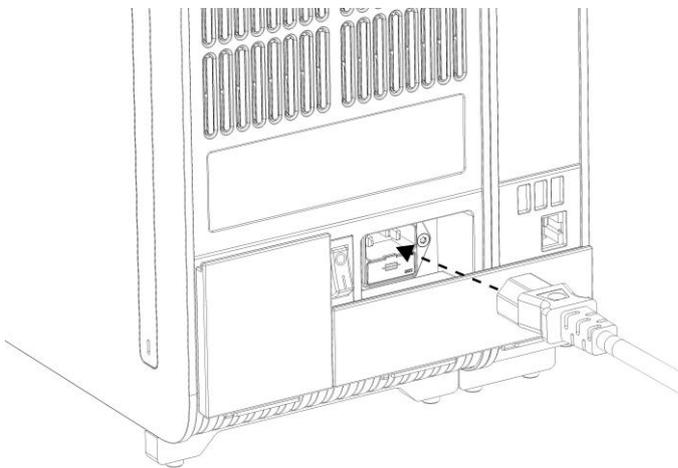

Figure 10. Connexion du cordon d'alimentation.
7. Connectez le cordon d'alimentation fourni avec le QIAstat-Dx Analyzer 1.0 à l'arrière du module analytique (figure 10).